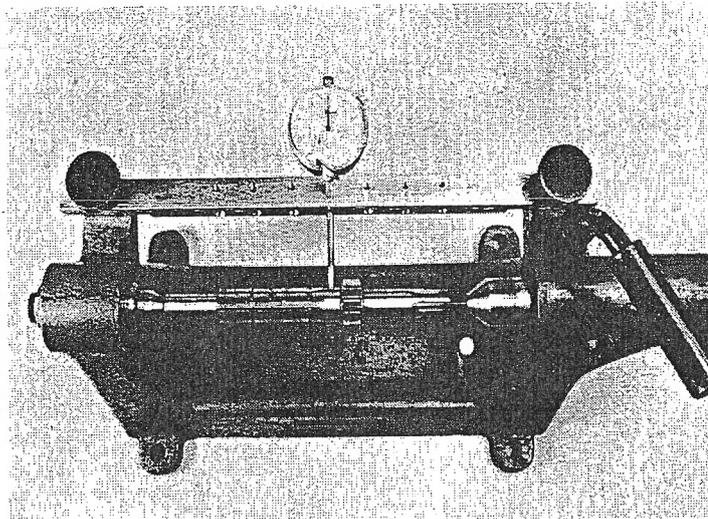

FIG.38
4. Si la caja de cambios esta siendo revisada por bloqueo, ya sea por la rotura de un diente, la entrada de algún objeto extraño, o cualquier otro tipo de rotura, debes revisar la rectitud de los ejes primarios y secundarios. Puede que estén curvados por las cargas recibidas en el momento. Pon los ejes en una máquina de control de centrado con un medidor como en la Fig 38. Coloca el medidor en el medio del eje y gíralo poco a poco. Si el indicador da una desviación de 0.025 mm (0.001") cambia el eje. Cuando ocurran bloqueos como estos debes comprobar también los rodamientos y bujes de la transmisión.